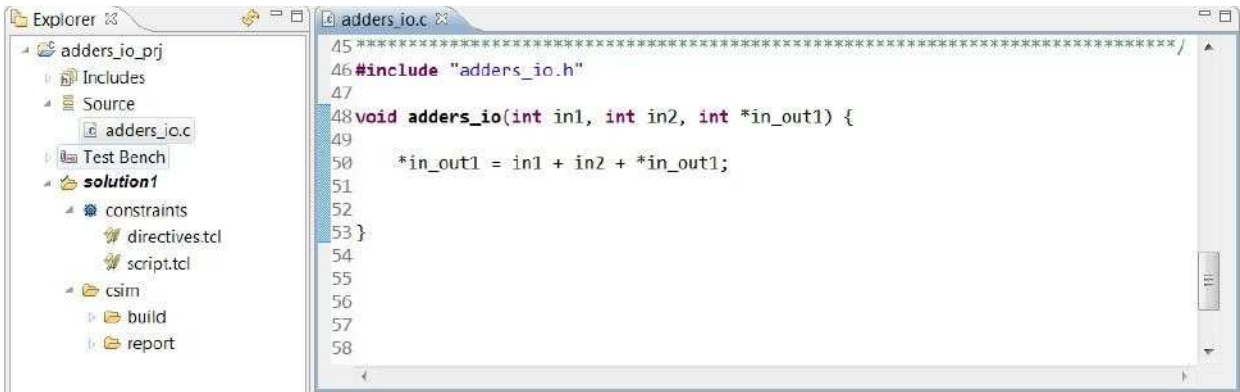

图 4-11: 接口 Sythesis lab2 的 C 代码
- 4.打开源代码，如图4-11 所示。
对于图 4-11 所示的代码，表 4-2 描述了每个函数参数的可能选项。